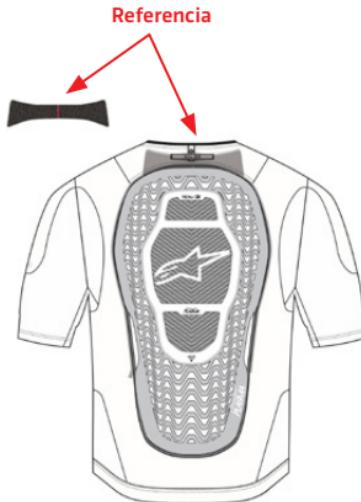

Figura 27: Fijar el Protector Posterior (4)
2. Volver a Insertar el Airbag y Fijar el Protector de Espalda (4) - Volver a insertar el Airbag (11) y proceder a fijar el Protector Posterior (4) a la Capa Base (1), teniendo cuidado de fijar correctamente las piezas de Velcro de la parte superior del Protector a la Capa Base (1), como se muestra en la figura 27.
3. Colocar el Airbag (11) - Cerrar los 12 Bucle s de Conexión que unen los Airbag (11) a la Capa Base (1), asegurándose de hacer coincidir las etiquetas de color del Airbag (11) con las etiquetas de color de la Capa Base (1), utilizar las dos aberturas del interior de la prenda para acceder a los Bucle s de Conexión del área delantera. Asegurarse de seguir la numeración de las etiquetas para facilitar el reensamblaje del Sistema, como se muestra en la Figura 27. Además, comprobar que el Airbag (11) esté bien colocado dentro del Sistema y asegurarse de que no haya pliegues en el Airbag (11) ni torsiones del mismo, especialmente en las zonas de los hombros. Comprobar que los 12 Bucle s de Conexión están colocados correctamente y bien sujetos a la Capa Base (1).